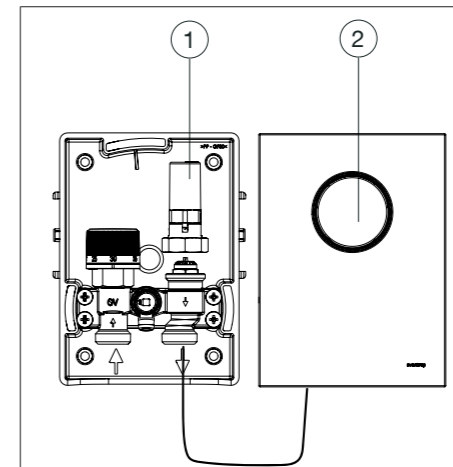

Fig. 8: Montage de la tête thermostatique avec commande à distance
3. Visser le piston de commande (voir Fig. 8) sur le robinet. Diriger le tuyau capillaire vers le bas.